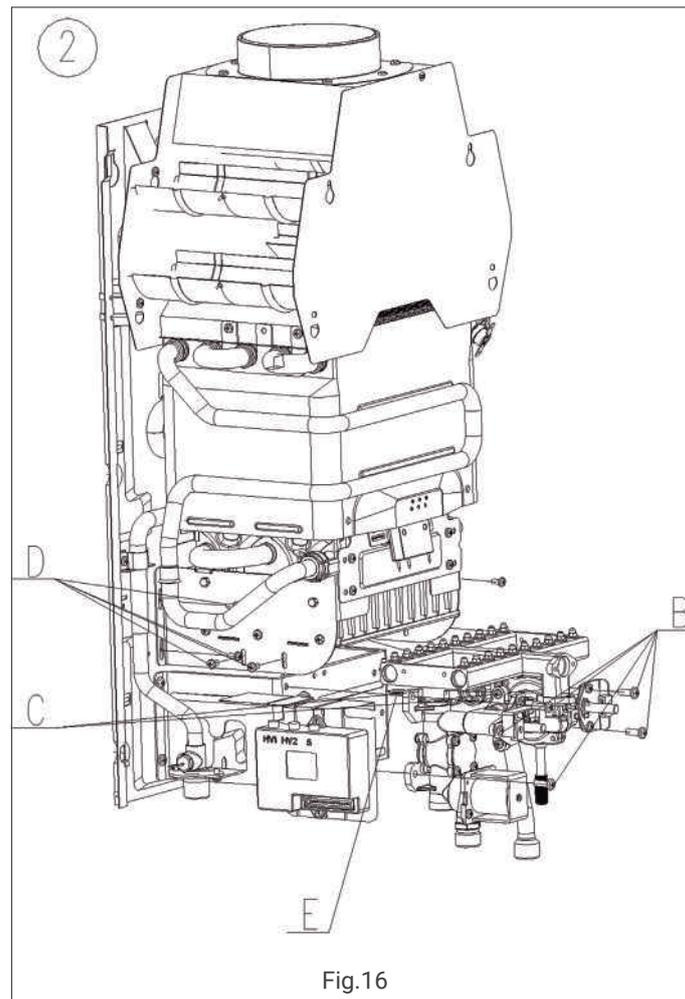

Fig.16
1. Desaperte a ligação entre a válvula de água-gás e o respetivo suporte, retire o clipe que fixa a ligação da válvula de água e o tubo de entrada de água do queimador. Retire a ligação do cabo para a válvula de água-gás e a ligação à terra (fig.16, ponto B).
2. Desaparafuse a ligação entre a válvula de água-gás e o coletor de gás (fig.16, setp C).
3. Desaparafuse a ligação entre o coletor de gás e os dois suportes laterais do queimador. Desapertar os parafusos de descanso de ambos os suportes laterais para libertar completamente o coletor (fig.16, setp D) e, em seguida, retirar o coletor.
Utilizar o aparelho de substituição lentamente, sem danificar as juntas de vedação e colocando-as nas posições corretas. Recomenda-se a sua substituição por uma nova (fig.16, setp E).